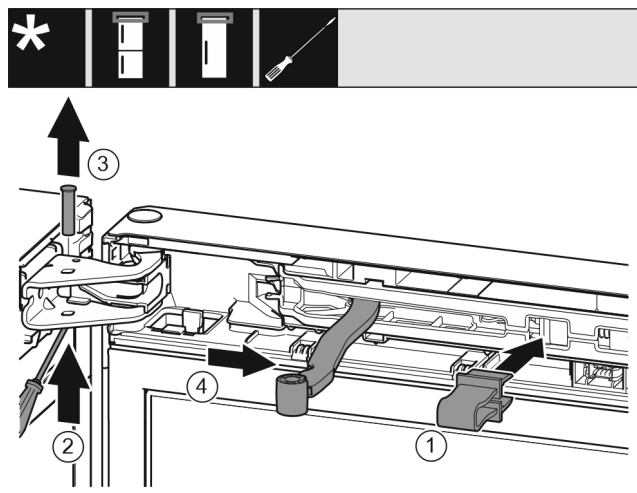

Fig. 11
- Varovalo Fig. 11 (1) zatakните v odprtino.
- Potisnite sornik Fig. 11 (2) ven.
- Izvlecite sornik Fig. 11 (3) v smeri navzgor.
- Zavrtite zgibni del Fig. 11 (4) v smeri vrat.